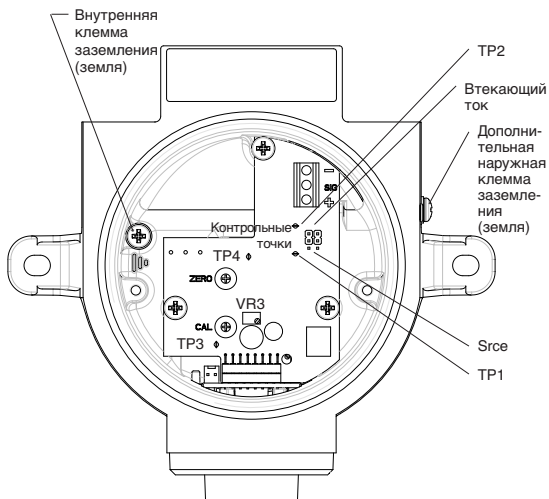

Рис. 12. Компоновка печатной платы детектора **Xgard** типа 5 (показана без защитной панели платы).
Все соединения выполняются с помощью клеммной колодки с винтовыми прижимными клеммами, расположенной на плате в соединительной коробке. На клеммах имеется маркировка '+' и '-'; при подключении детектора к управляющему устройству следует соблюдать полярность. На заводе детектор Xgard типа 5 настраивается как устройство с вытекающим током, если при заказе не указывается иное. Для его переналадки в режим вытекающего тока необходимо открыть соединительную коробку и переставить две перемычки на плате усилителя из положения sink (потребитель) в положение source (источник), как показано на рис. 12.
**Примечание.** Заземление детектора газов Xgard выполняется с помощью встроенной клеммы заземления (см. рис. 12). Внешняя клемма заземления (см. рис. 12) может использоваться только для дополнительного электрического соединения и только если это разрешено или требуется местными органами власти. Для ограничения радиочастотных помех соединительную коробку и оплетку кабеля следует заземлить на панель управления. Заземляющие соединения можно выполнять только в безопасной зоне, при этом следует избегать образования контуров заземления.
5. Перед началом калибровки детектора необходимо привести в равновесие схему с включенными в нее пеллисторами. Для этого следует снять пластину платы усилителя и подсоединить цифровой вольтметр к контрольным точкам, обозначенным 'TP3' и 'TP4', как показано на рис. 12. Установив на цифровом вольтметре милливольтный диапазон измерения постоянного напряжения, регулировать потенциометр, обозначенный 'VR3', пока показания вольтметра не составят 0,00 мВ. После этого можно установить пластину платы на место.
6. Чтобы обнулить показания детектора, следует подсоединить цифровой вольтметр к контрольным точкам, обозначенным 'TP1' и 'TP2', как показано на рис. 12.